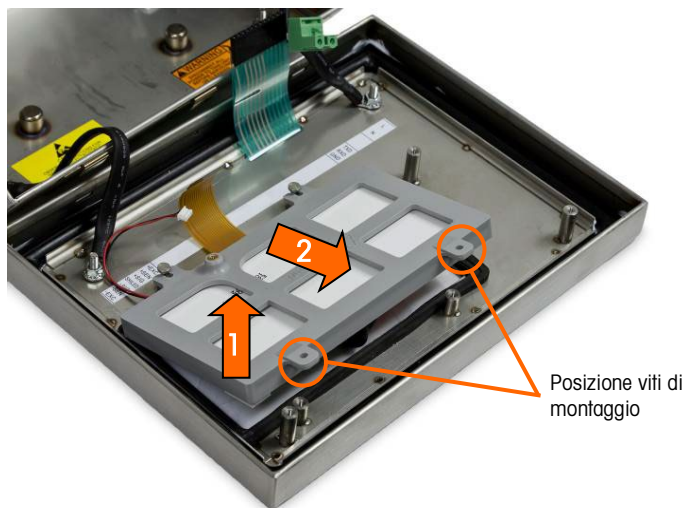

Figura 5-16: Viti di montaggio modulo display
1. Svitare e rimuovere le due viti che bloccano il modulo display all'armadietto. La posizione delle viti è indicata nella Figura 5-16.
3. Posizionare il modulo display LCD nella staffa del display con il display e il cablaggio di retroilluminazione orientato come in Figura 5-16.
6. Installare le due viti che bloccano il modulo display all'armadietto. Le viti sono indicate nella Figura 5-16.